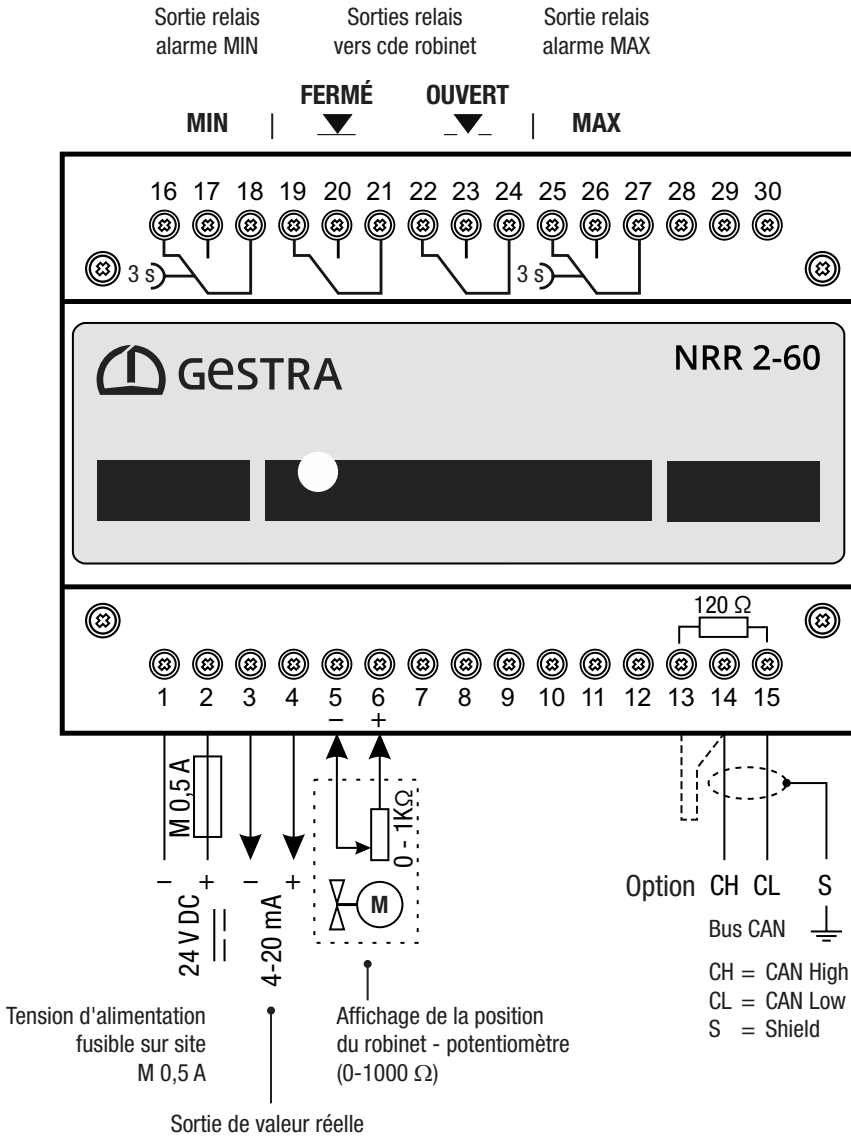
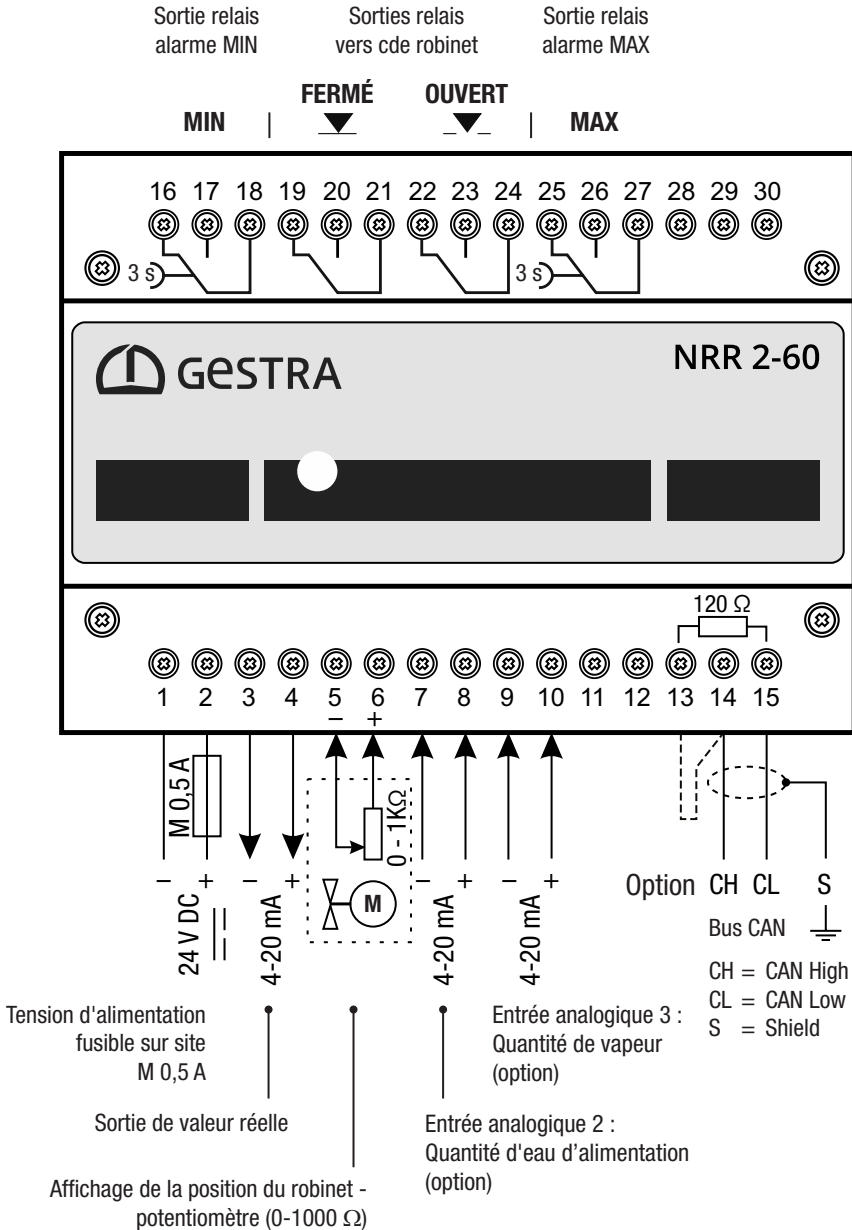

Fig. 7
Fig. 8
- Raccordez le régulateur de niveau et tous les composants associés conformément aux schémas de raccordement Fig. 7 / Fig. 8 des présentes instructions.
- Raccordez les sorties conformément aux schémas de raccordement Fig. 7 / Fig. 8.